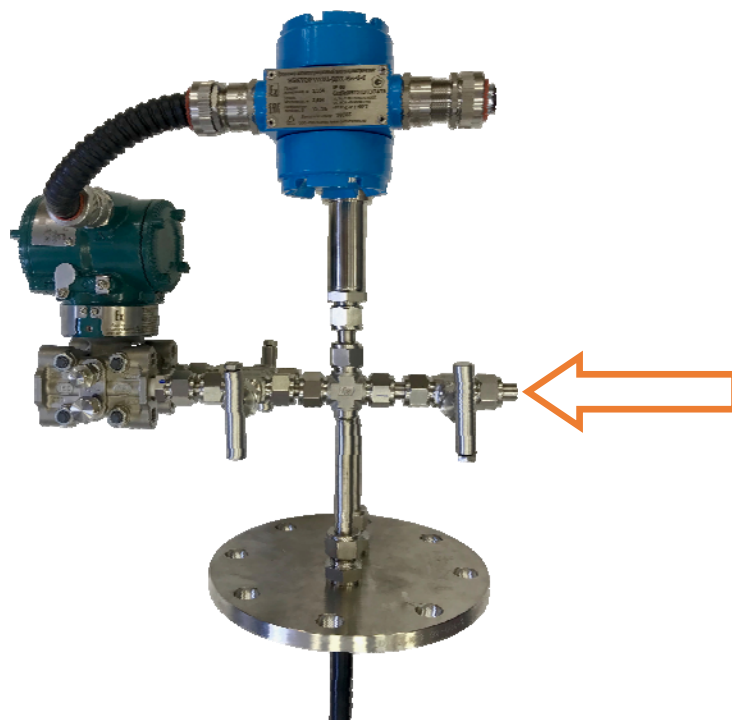

Рисунок 21 – Подключение насоса
1. Снимите заглушку и подключите насос (7), входящий комплект поставки, со стороны Вентиля продувочного, как показано на рис. 21.